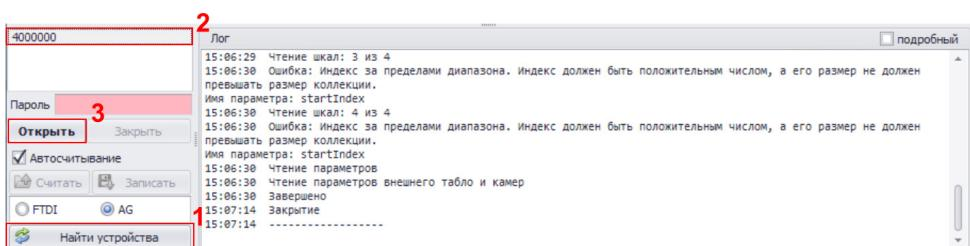

Рис.14. Подключение дисплея к конфигуратору.
- в программе *DisplayConfigure* нажмите кнопку «Найти устройства» (Рис.14, п.1), программа выполнит поиск найденных устройств;
- в списке найденных устройств выберите нужное устройство по серийному номеру (Рис.14, п.2), затем нажмите кнопку «Открыть» (Рис.14, п.3). Настройки выбранного дисплея будут считаны в программу.